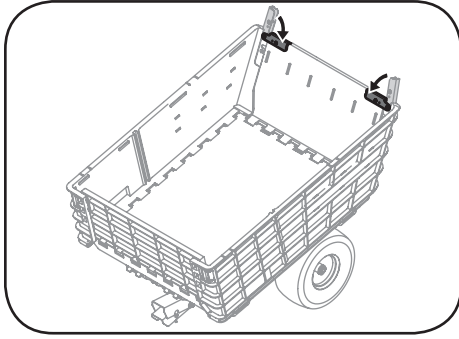

Figura 3-8
11. Cuando la puerta trasera esté en su lugar, fíjela presionando los sujetadores de la puerta trasera en la misma. Consulte la Figura 3-8.